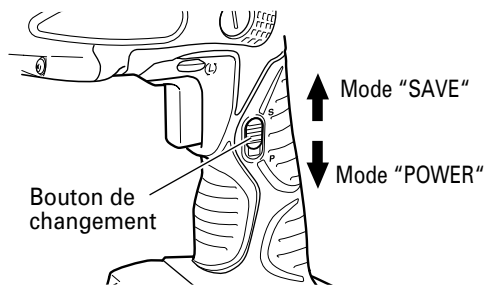

Fig. 25
- Il est possible d'augmenter ou de diminuer la force de percussion du perforateur en fonction du travail à effectuer, à l'aide du bouton de changement comme indiqué sur la Fig. 25.